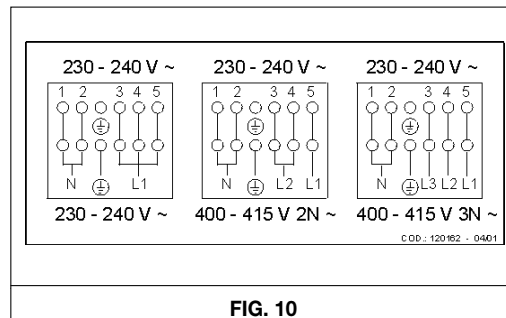

FIG. 10
- b) Déplacez les cavaliers de raccordement sur la boîte à bornes en suivant le schéma de la fig. 10